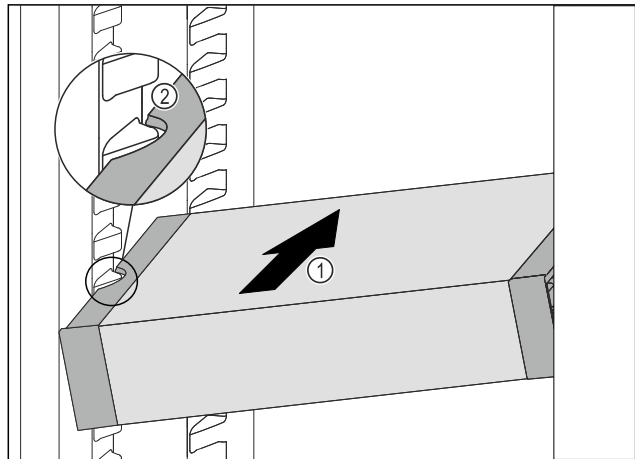

Fig. 54
- ▶ Insérer le VarioSafe en biais dans la partie réfrigérateur Fig. 54 (1) jusqu'à ce que les encoches latérales Fig. 54 (2) du VarioSafe se trouvent à la hauteur de la nervure du bac dans la partie réfrigérateur.